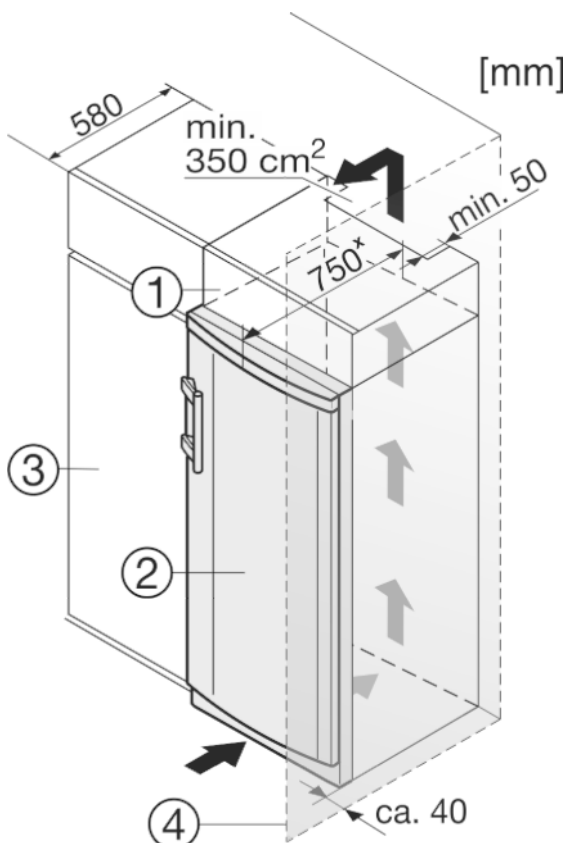

Fig. 9
- (1) Дополнительный шкафчик (3) Кухонный шкаф
(2) Устройство (4) Стенка
Устройство может быть окружено кухонными шкафами. Чтобы уравнивать устройство Fig. 9 (2) по высоте с кухонной стенкой, можно установить над устройством дополнительный шкафчик Fig. 9 (1).
Если устройство установлено на шарнирах у стены Fig. 9 (4), то расстояние между устройством и стеной должно быть не менее 40 мм. Настолько выступает ручка при открытой дверце.